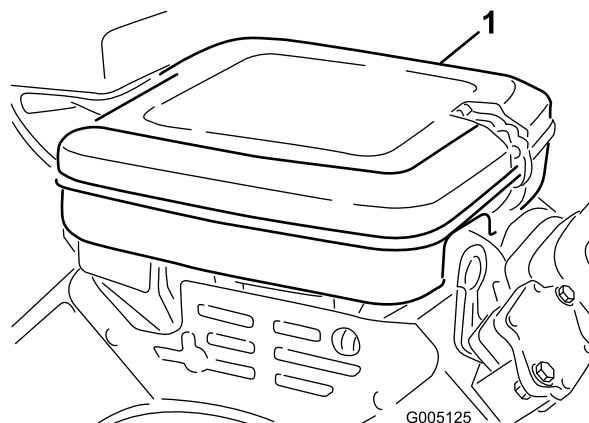

Bild 41
1. Lösen Sie die Verschlussclips und entfernen die Luftfilterabdeckung (Bild 41). Reinigen Sie die Abdeckung gründlich.